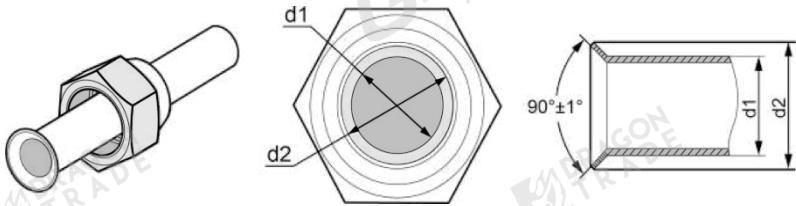

Fig. 10
- (1) Utilice un cortatubos para cortar el tubo de conexión en caso de que no tenga forma.
- (2) Mantenga el tubo hacia abajo en caso de que se introduzcan restos de corte en el tubo. Elimine las rebabas después de cortar.
- (3) Retire la tuerca abocinada que conecta la tubería de conexión interior y la unidad exterior. A continuación, utilice la herramienta de abocardado para fijar la tuerca abocinada en la tubería (como se muestra en la Fig.10).
- (4) Compruebe si la parte abocinada está abocinada uniformemente y si hay alguna grieta.